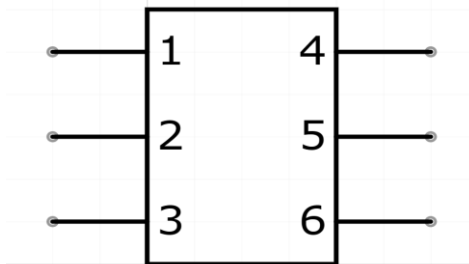

Рисунок 2.16 – УГО PLD-6
- PLD-6 – Имя: «PLD-6», номер: «P?» (рисунок 2.16);